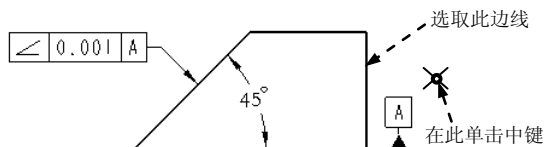

图 5.6.26 定义公差参照 (二)
Step3. 定义公差参照。在 **参照: 区域** 的 **类型** 下拉列表中选取 **曲面** 选项, 选取图 5.6.26 所示的面 (边线) 为公差参照。
(1) 在对话框中 **放置** 区域的 **类型** 下拉列表中选取 **法向引线** 选项, 在弹出的
(2) 在系统 **选取多边, 尺寸界线, 基准点, 多个轴线, 曲线 或 顶点。** 的提示下, 选取图 5.6.26 所示的边线。
(3) 在图 5.6.26 所示的位置单击中键, 放置“垂直度”公差。